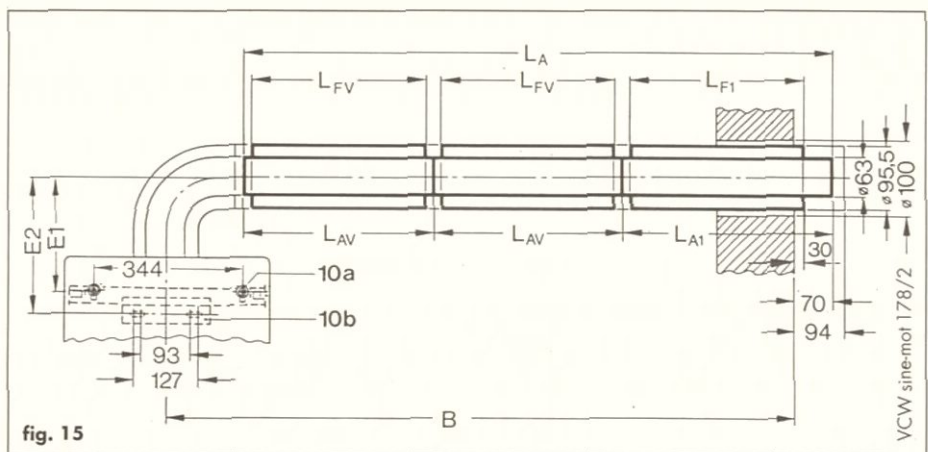

fig. 15
**6.6.2.4 Tubo di scarico laterale (con prolunga) (fig.15)**